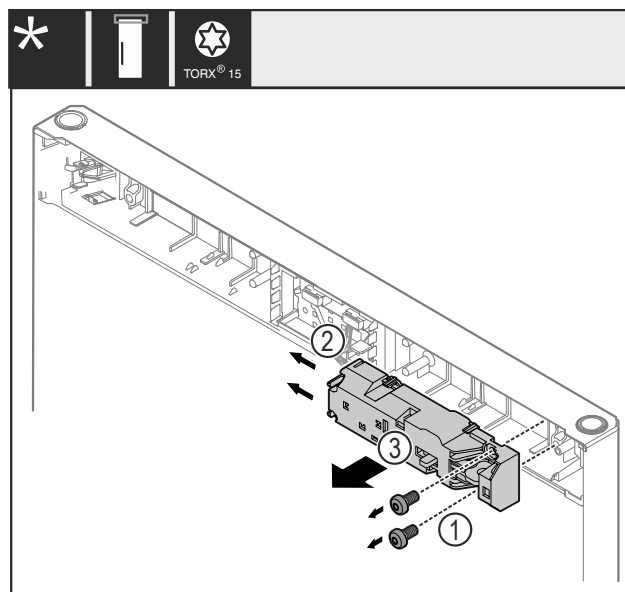

Fig. 21
- Odstraňte šrouby Fig. 21 (1).
- Západky Fig. 21 (2) stlačte na stranu a sejměte dálkový zámek Fig. 21 (3).